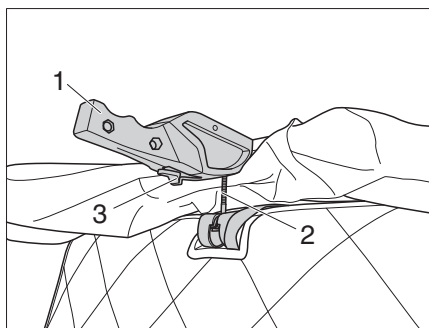

Figure 18 Desserrer les verrouillages
- Appuyer sur le levier de sécurité (Figure 18,3) vers l'avant et tirer simultanément sur le dispositif de verrouillage (Figure 18,1) à gauche et à droite vers le bas.
- Retirer le boulon (Figure 18,2) du support.